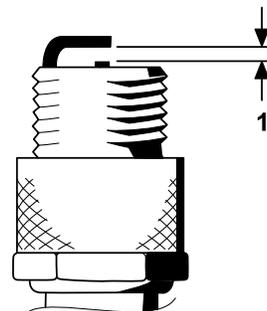

Рисунок 34
4. Установите зазор между центральным и боковым электродами на 0,76 мм, как показано на Рисунок 34.